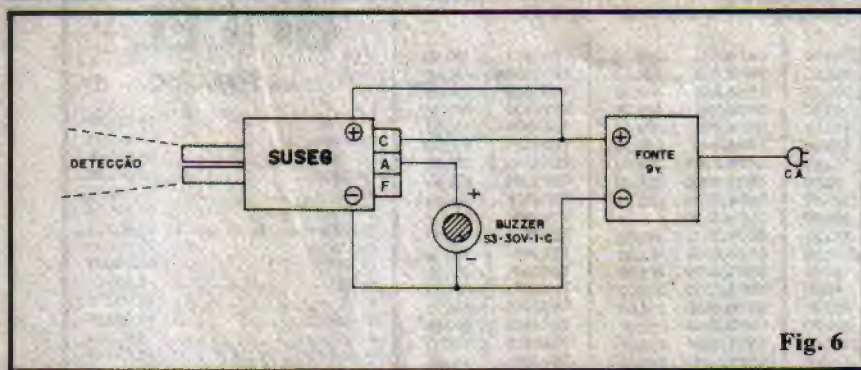

Fig. 6
-FIG. 6 - Como simples "Alarme de Passagem", controlando um corredor ou ambiente, a configuração ilustrada funcionará "maravilha"... Uma fontezinha de 9V alimenta o SUSEG e também um buzzer (tipo "Sonalarme" S-3/30V-1-C) que "apitará" por cerca de 5 segundos cada vez que alguém desfilar em frente aos "olhos" do nosso vigia eletrônico!